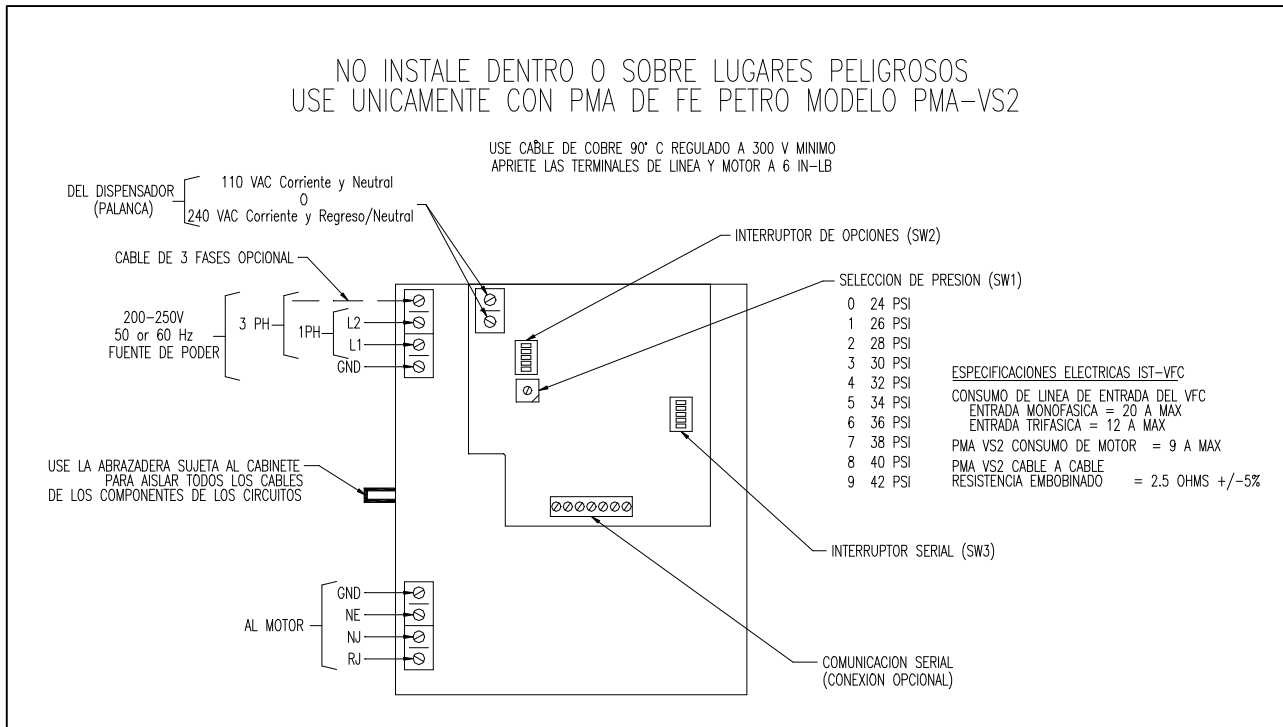

Figura 1
- 4b) De acuerdo con la Figura 1, conecte los tres cables de control del motor de la caja de conexiones de la bomba a las terminales señaladas cerca de la parte inferior del tablero de circuitos del IST-VFC considerando el código de color de los cables (N-N, A-A, R-R). Conecte el cable de tierra desde la sumergible al hasta la terminal de tierra en el tablero de circuitos del IST-VFC. Asegúrese que los cables se encuentren aislados de los componentes del tablero de circuito usando la abrazadera que se encuentra sujeta al gabinete.
4c) Conecte la corriente monofásica o trifásica 200-250V, 50 o 60Hz. a las terminales como se detalla en la figura 1 (corriente trifásica se recomienda si se encuentra disponible). La corriente monofásica se conecta a L1 y L2; corriente trifásica se conecta a L1, L2 y L3. Asegúrese que los
cables se encuentren aislados del tablero de circuito usando la abrazadera que se encuentra sujeta al gabinete. Para detalles de cableado consulte la Figura 1.
- 4d) Conecte la señal del dispensador a la banda terminal de dos posiciones de la IST-VFC como se detalla en la Figura 1. Asegúrese que los cables se encuentren aislados del tablero de circuitos usando la abrazadera que se encuentra sujeta al gabinete.
5) INTERRUPTOR DE OPCIONES - (SW2) (Vea FIGURA 1)